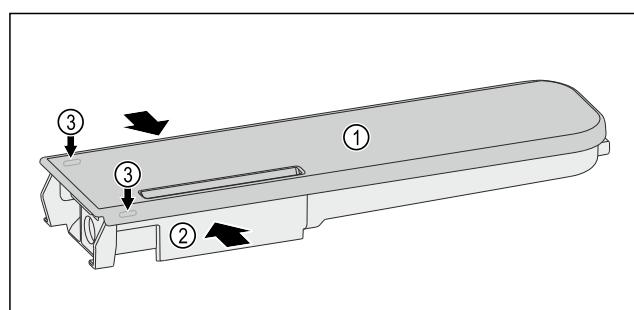

Fig. 152
- ▶ Wasserbehälter Fig. 152 (2) zusammendrücken und Deckel Fig. 152 (1) vorsichtig über die Rastnasen Fig. 152 (3) heben und hochziehen.
- Deckel Fig. 152 (1) leicht hin- und herbewegen und nach oben entnehmen.